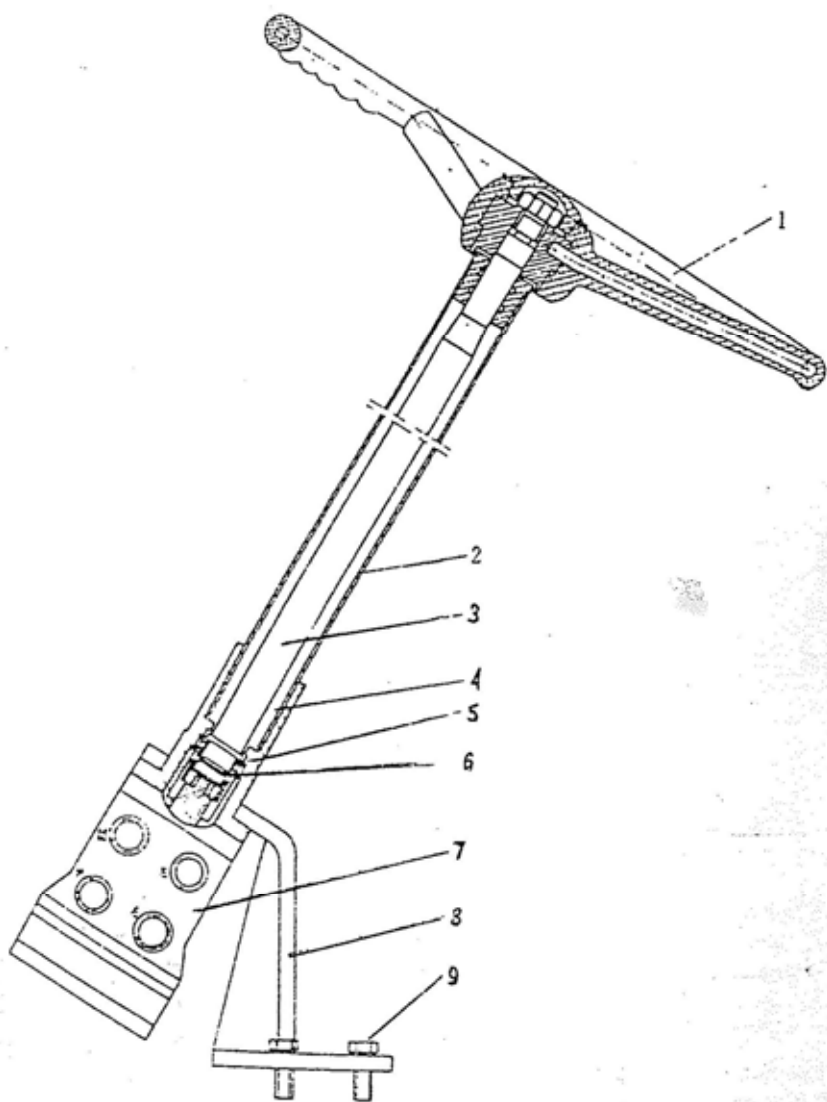

Рис. 3-10.
1. Узел рулевого управления (рис. 3-10).